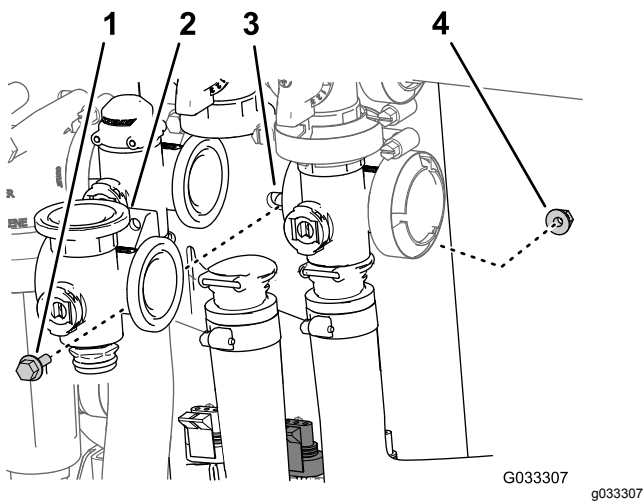

Figura 65
3. Rimuovete il bullone a testa flangiata e il dado di bloccaggio flangiato che fissano la valvola dell'agitatore al supporto della valvola e rimuovete il collettore della valvola dalla macchina (Figura 65).